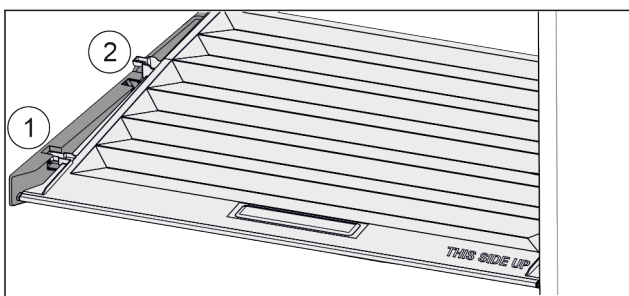

Fig. 93
- ▶ Deslice la tapa hacia delante hasta la abertura de las piezas de sujeción *Fig. 93 (1)*.
- ▶ Levántela por detrás desde abajo y retírela tirando hacia arriba *Fig. 93 (2)*.